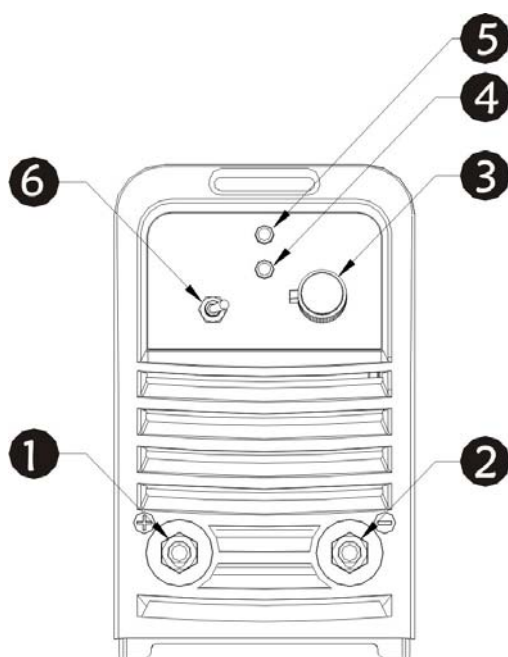

Figure 1
- Panneau de contrôle avant (voir la Figure 1)